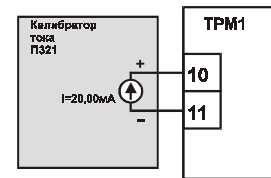

Рис. 6
4.1. Подключить к входу прибора вместо датчика калибратор токов ПЗ21, соблюдая полярность (рис. 6). Подать питание на прибор и установить на калибраторе выходной ток 20,00 мА.